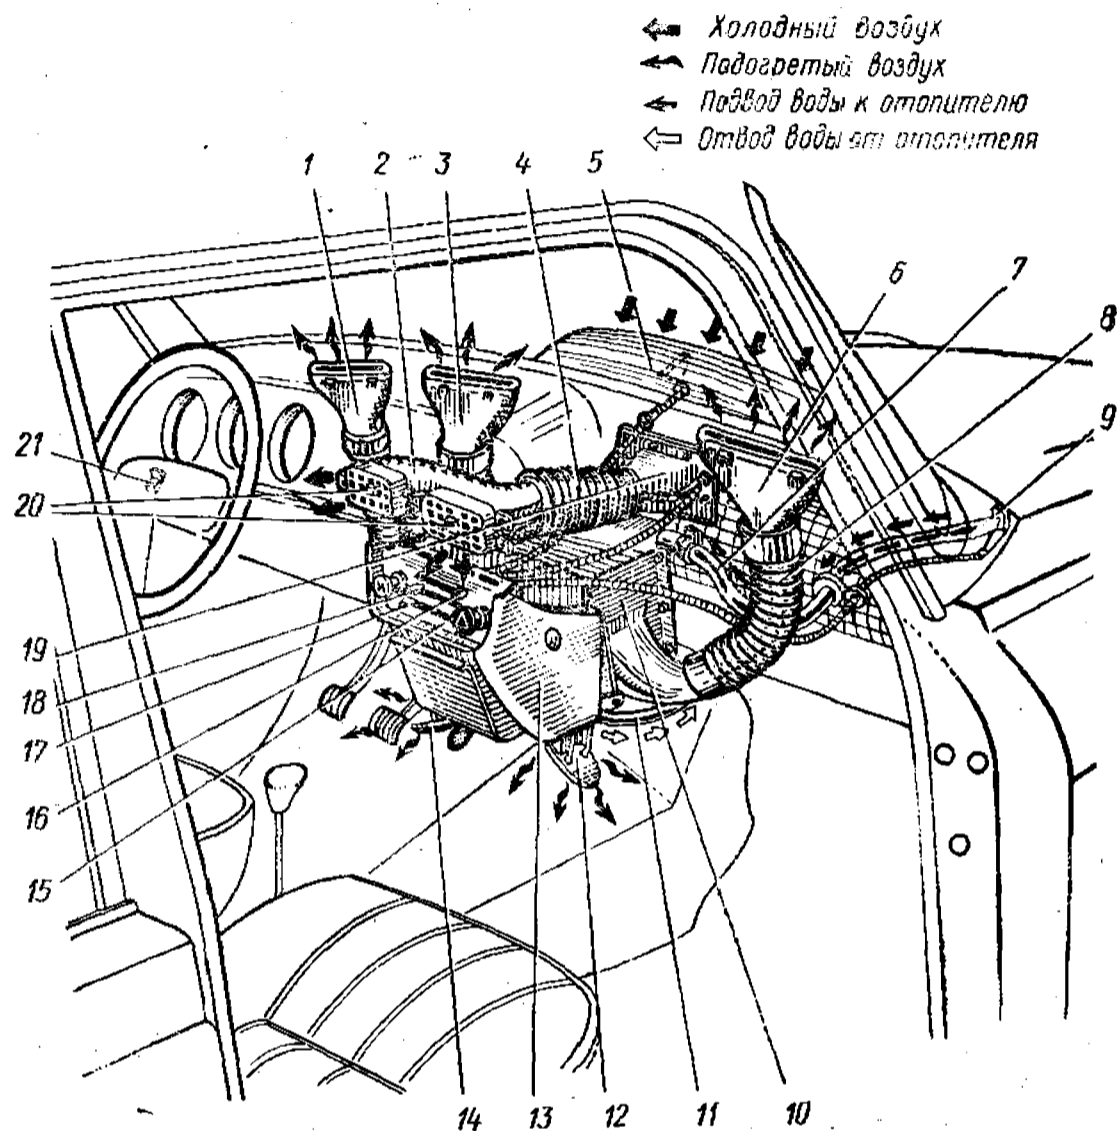

Рис. 23 Система вентиляции и отопления салона автомобиля:
В корпусе отопителя 10 (рис. 23) установлены теплообменник, вентилятор с электродвигателем и заслонки 12 и 14, регулирующие направление выходящего из корпуса воздуха. На рис. 23 стрелками показаны потоки холодного и подогретого воздуха, а также направление циркуляции жидкости через теплообменник отопителя.
дверей. Затем откройте крышку 5 (см. рис. 23) вентиляционного люка кузова и заслонку воздухозаборника 19 приточной вентиляции.
**Обдув стекла ветрового окна.** Для предупреждения залотевания или обмерзания стекла ветрового окна используйте обдув стекла холодным или подогретым воздухом через сопла 1, 3 и 6 (рис. 23). При необходимости интенсивного обдува стекла закройте заслонки 12 и 14 и в зависимости от скорости движения автомобиля включите вентилятор отопителя с требуемой скоростью вращения крыльчатки.
1. Передвиньте вправо рычаг 17 (см. рис. 23) привода крышки 5 люка в передней части кузова (крышка откроется).